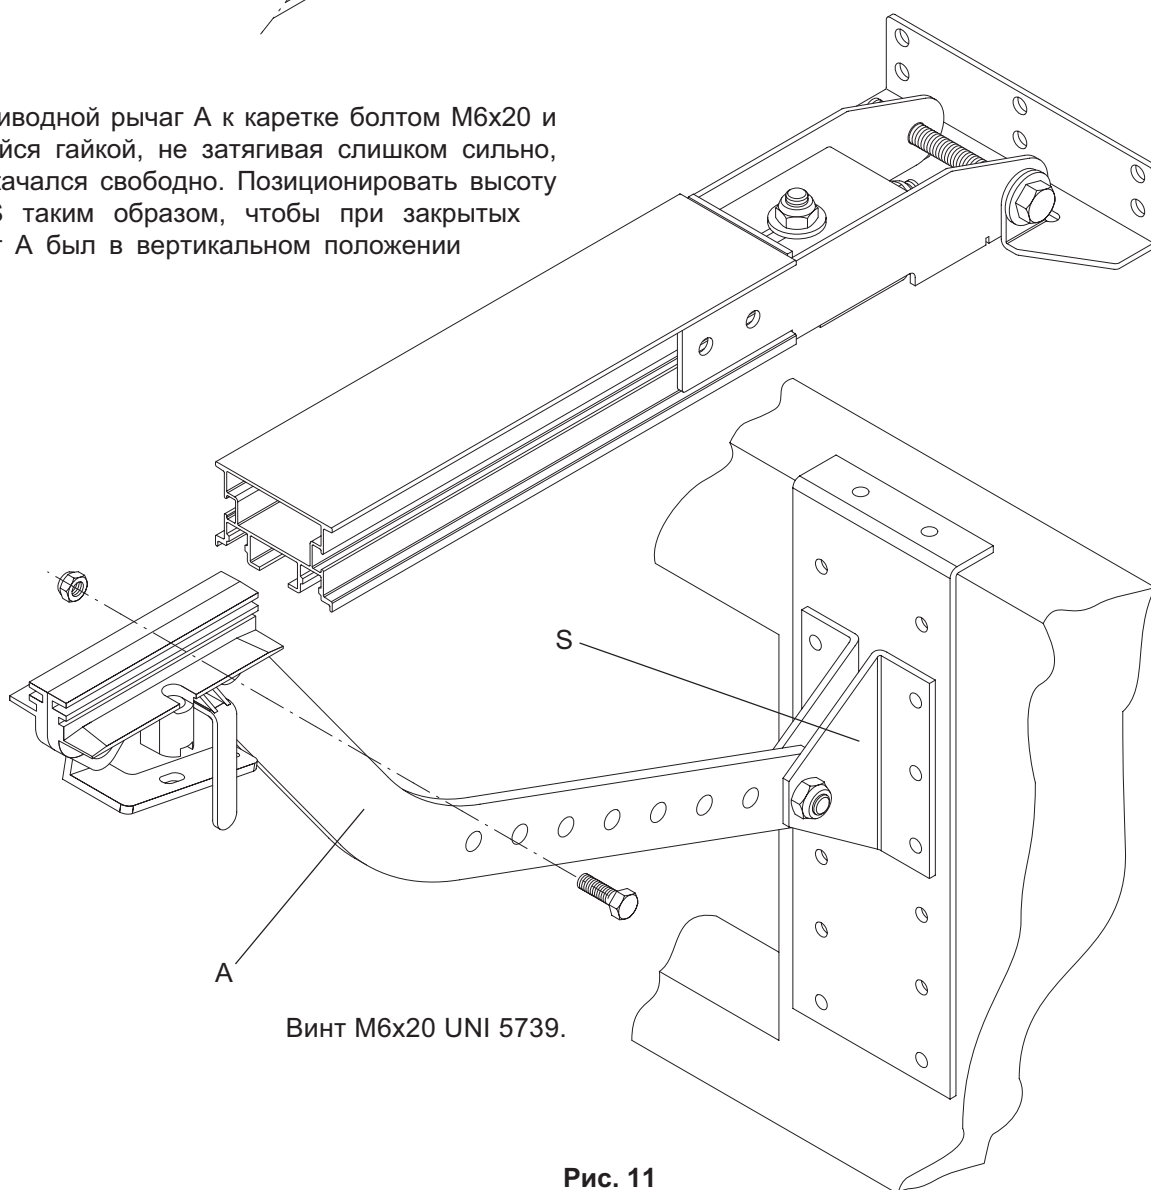

Рис. 11
- l) Соединить приводной рычаг А к каретке болтом M6x20 и самоконтрящейся гайкой, не затягивая слишком сильно, чтобы рычаг качался свободно. Позиционировать высоту кронштейна S таким образом, чтобы при закрытых воротах рычаг А был в вертикальном положении (Рис. 11).